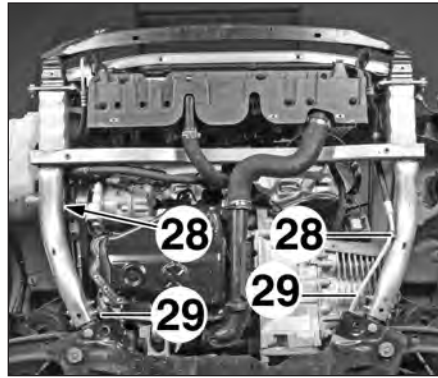
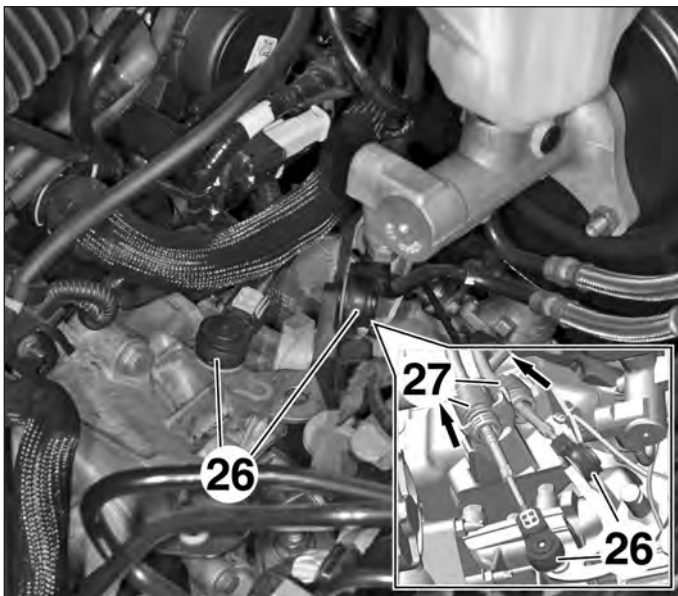

FIG.114
FIG.113
- Dégrafer les rotules des câbles de commande de boîte de vitesses (26) (Fig.113).
- Déverrouiller les arrêts de gaine (27) dans le sens de la flèche.
- Dégager les arrêts de gaine (27) de leurs supports en tirant vers le haut.
- les fixations (28) des canalisations de direction assistée (29) et les écarter (Fig.114),